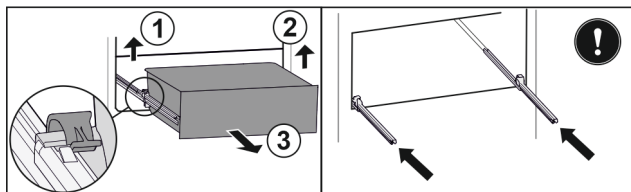

Fig. 76
- Soulever la bride gauche et tirer dans le même temps la partie gauche du tiroir vers l'avant. Fig. 76 (1)
- Soulever la bride droite et tirer dans le même temps la partie droite du tiroir vers l'avant. Fig. 76 (2)
- Retirer le tiroir par l'avant. Fig. 76 (3)